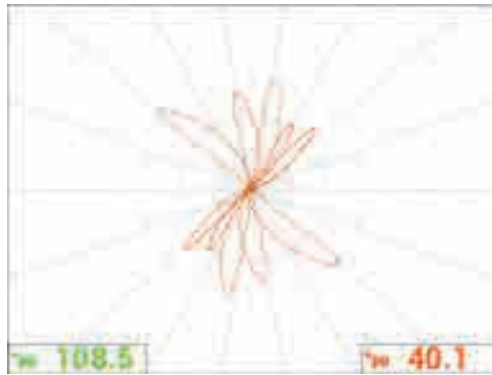

Рис. 5-149 Отображение полярной сетки
4. Снова нажмите клавишу меню DISP () и установите **GRID** [Сетка] (клавиша D) на **WEB** [Поляр.]; нажмите клавишу FULL NEXT () для переключения в полноэкранный режим и выполните сканирование трубы. Полярная сетка позволяет четко визуализировать угол сигнала (см. Рис. 5-149 на стр. 238).